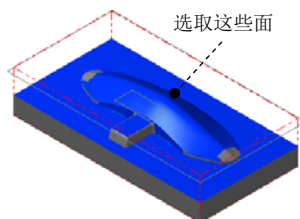

图 9.44 选取干涉面
(2) 单击 **检测** 区域中的  按钮, 选取图 9.44 所示的面为干涉面 (共 7 个), 然后按 Enter 键。